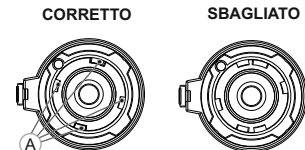

Fig.2
- Assicurarsi che i grani (A) dell'oculare per il visore applicabile si trovino sopra i loro incastri inferiori (vedi Fig.2).